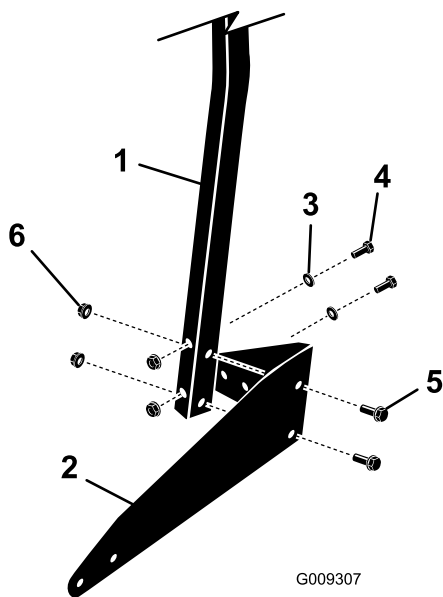

Рисунок 2
- А. Установите, не затягивая, опорные кронштейны на заднюю опорную трубу при помощи 4 болтов (5/16 x 2-3/4 дюйма), 4 болтов (5/16 x 1-3/4 дюйма), 4 плоских шайб (5/16 дюйма) и 8 фланцевых гаек (5/16 дюйма), как показано на Рисунок 2.